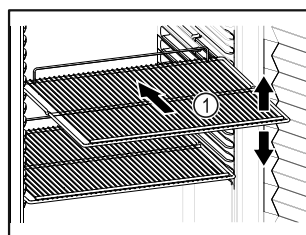

Fig. 52 Примерное изображение
- Если имеются решетчатые полки Fig. 52 (1), отрегулируйте высоту их установки.